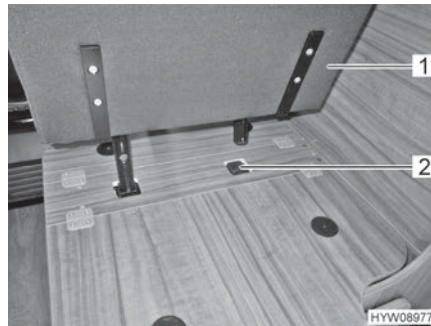

Bild 19 Sätt i den hopfällbara stolen i hållaren
- Sätt den hopfällbara stolen (Bild 19,1) i hållaren (Bild 19,2).